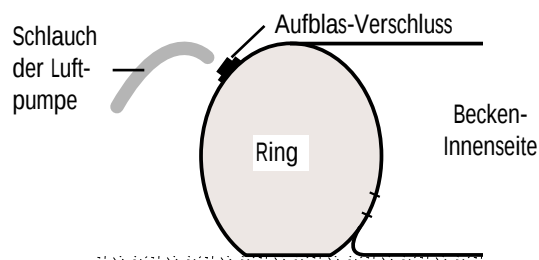

Abb. 7
- b** Stecken Sie den Schlauch direkt in das Rückschlagventil 9", **Abb. 7**. Blasen Sie den Ring leicht auf, er muss seine Form annehmen, und hören Sie mit dem Aufblasen auf.